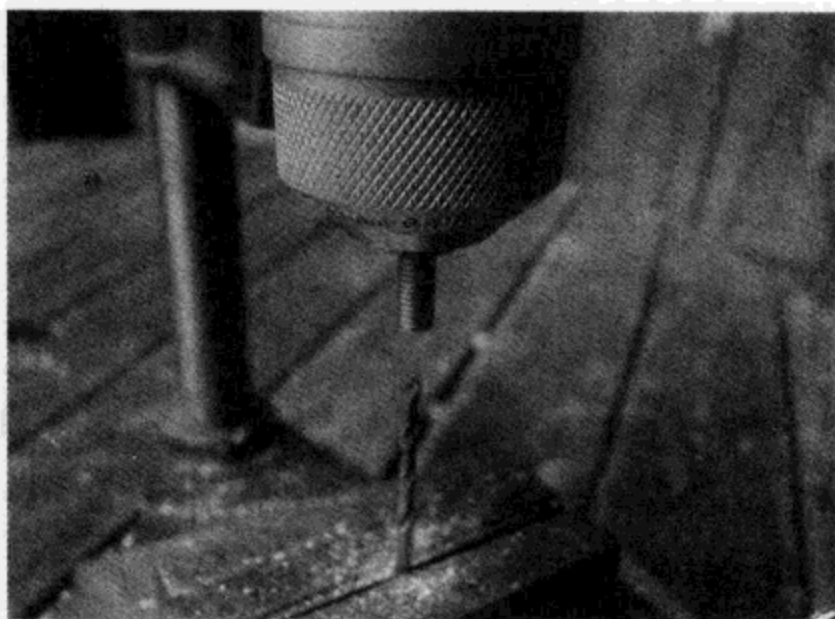

图9.6 准备钻孔的夹爪内的零件（所有权：Vik Olliver）
(5) 松开夹爪，慢慢升起钻床。
(6) 将杆、轴、螺栓或任何要钻孔的零件放在夹爪的中心。拧紧夹爪，降低钻床，检查材料与钻头是否对齐（图 9.6）。